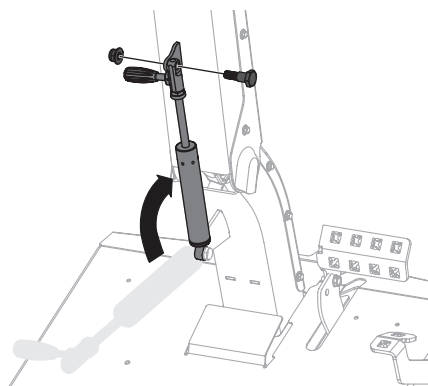

Figura 13
4. Mientras sostiene la columna del volante en posición elevada, utilice la otra mano para elevar el cilindro de cierre basculante, alineando los agujeros en la parte superior del cilindro con los agujeros en las placas de montaje del cilindro en la parte inferior de la columna del volante (Figura 13).
- Trabajando de derecha a izquierda, instale el tornillo con reborde a través de los agujeros alineados en el paso 4 y asegúrelos con las tuercas de seguridad con brida hexagonal. Ajuste los tornillos con reborde a 120-144 pulgadas-libras (14-16 N-m) (Figura 13 en la página 46).